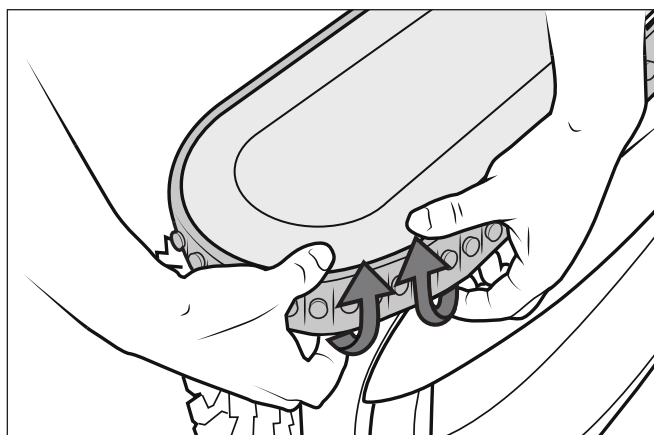

Figura 25. Tire de la oruga anterior sobre la rueda
1. Tire del interior de la oruga anterior para retirar el borde de la oruga de la rueda delantera (Figura 25).